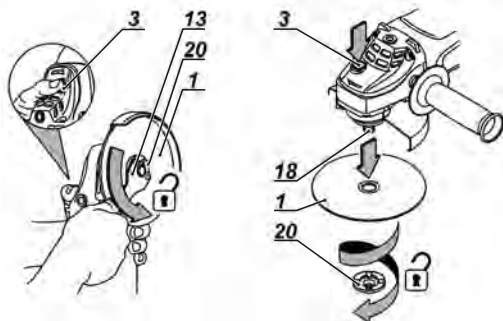

Fig. 7 – Sustitución del disco
4 - Retire el disco (1), Fig. 7;